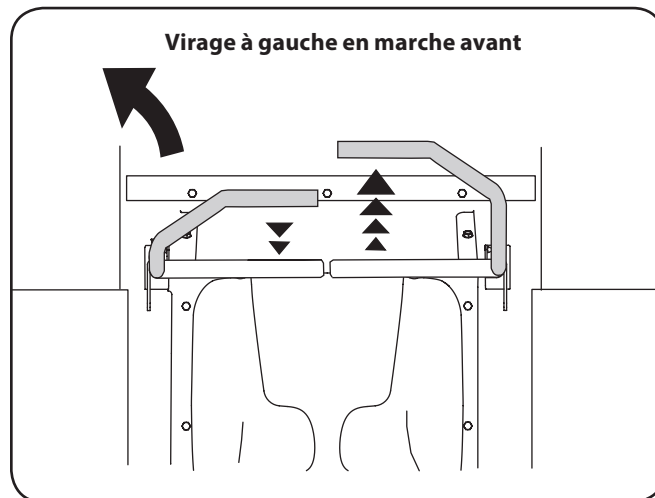

Figure 5-3
- Pour tourner à gauche, tirez la barre de conduite gauche vers vous et poussez la barre droite vers l'avant. Voir Figure 5-3.